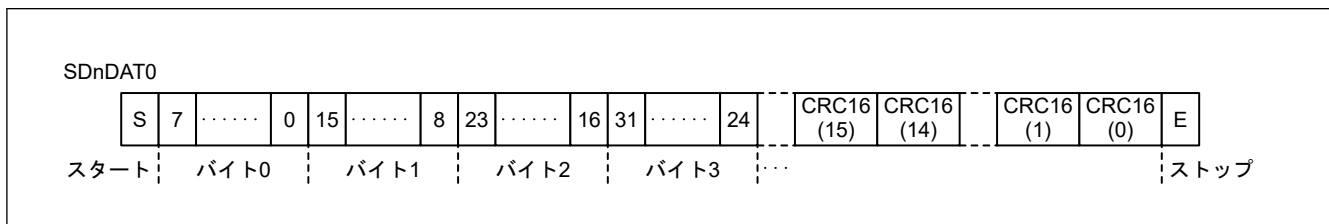
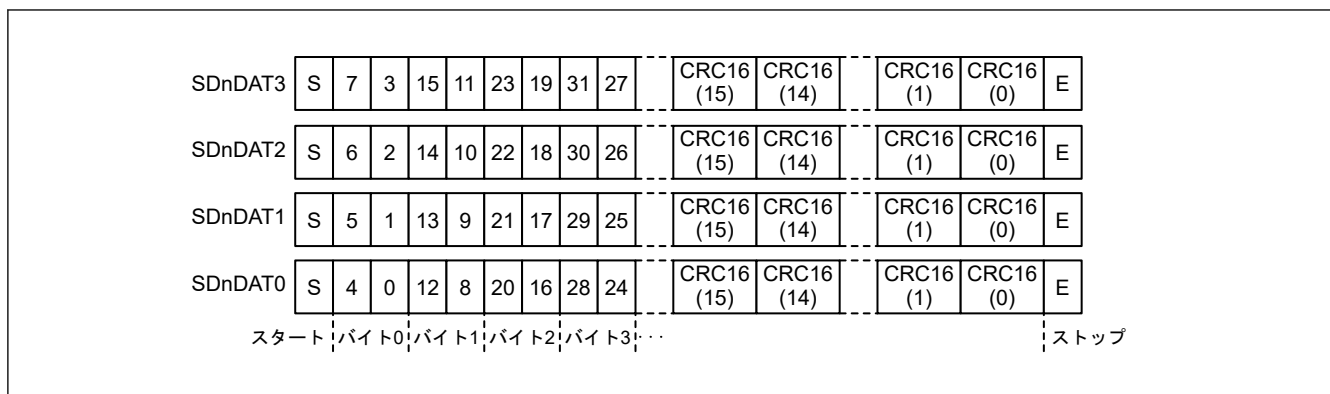

図 36.2 1 ビット幅モードの SDnDAT
図 36.3 4 ビット幅モードの SDnDAT
1. SD/MMC ホストインタフェースが SDnDAT 信号により SD カード / MMC からデータを受信する (図 36.2 および図 36.3 を参照)。